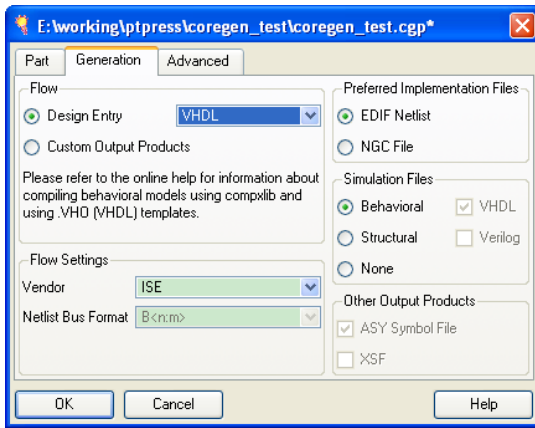

图 2.54 为 CORE Generator 设置生成文件属性
(7) 单击“Generation”选项卡，设置生成 IP 的属性，如图 2.54 所示。设置生成的文件为 VHDL 类型，相应的网表文件为 EDIF 类型，仿真文件为行为级仿真，设计使用的综合工具为 ISE，设置完后单击【OK】按钮。